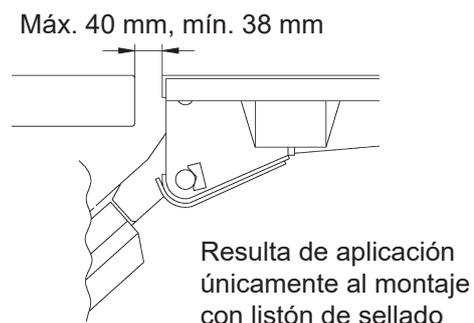

Figura 36. Comprobar la posición en relación con la barra trasera del vehículo
5. Con cuidado, probar el funcionamiento del elevador hasta el nivel de la plataforma e inclinarlo a la posición vertical. Comprobar la posición en relación con la barra trasera y los postes laterales del vehículo. Véase Figura 36.